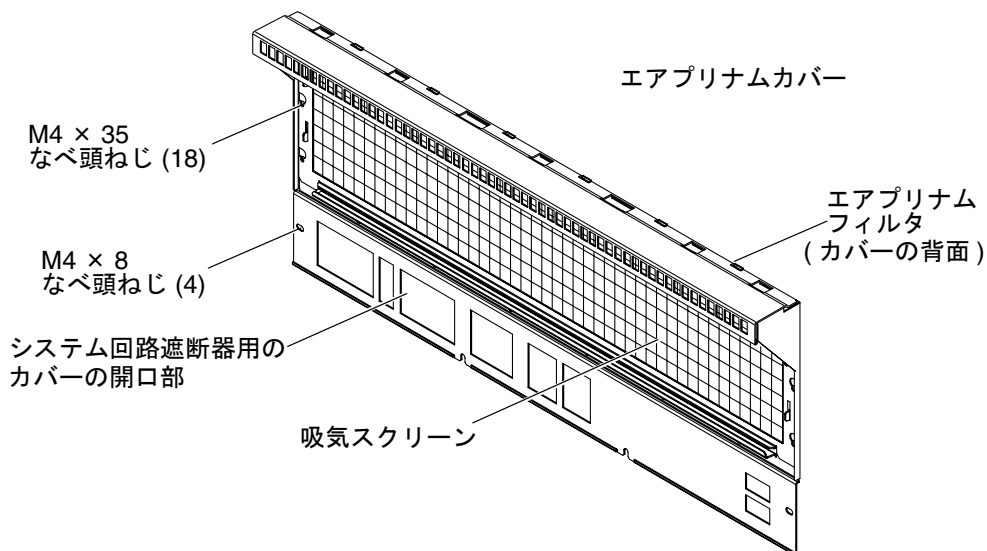

図 3-1 エアプリナムカバー
3. 吸気スクリーンの上部、両側、および下部から 18 本の M4×35 なべ頭ねじを外して、エアプリナムカバーを取り外します (図 3-1)。